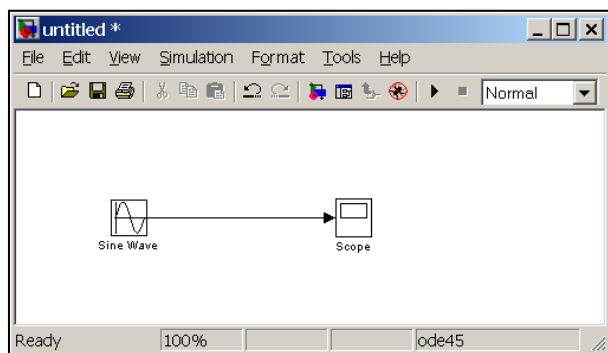

图 7.3 Simulink 模型窗口
(5) 用同样的方法打开接收模块库“Sinks”，选择其中的“Scope”模块(示波器)拖放到“untitled”窗口中。
(6) 在“untitled”窗口中，用鼠标指向“Sine Wave”右侧的输出端，当光标变为十字符时，按住鼠标拖向“Scope”模块的输入端，松开鼠标按键，就完成了两个模块间的信号线连接，一个简单模型已经建成。如图 7.3 所示。
- 在图 7.3 的 Simulink 模型窗口选择菜单 “File” → “New” → “Model”，或者单击工具栏的  图标。
- 在图 7.3 的 Simulink 模型窗口中选择菜单“File”→“Open...”或者单击工具栏的图标打开文件。